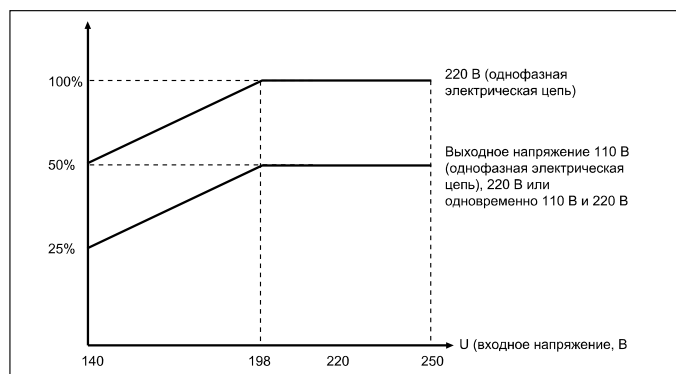

Рисунок 1
1. Перед началом работы убедитесь в том, что напряжение электрической сети находится в пределах диапазона входного напряжения, допустимого для данного устройства. Присоедините провод заземления к разъему заземления (6).
2. Включите регулятор напряжения с помощью выключателя питания/размыкателя цепи (1). На вольтметре выходного напряжения (5) регулятора напряжения должен отображаться отсчет 220 В. Только после того, как вы убедитесь в том, что напряжение является нормальным, вы можете включить оборудование, подключенное к регулятору напряжения.
3. Если регулятор напряжения одновременно выдает напряжение 220 В (4) и 110 В (3), то суммарный ток нагрузки не должен превышать номинальное значение.
4. Если напряжение сети ниже 198 В (см. рисунок 1): используйте это напряжение со снижением мощности в соответствии с кривой выходной мощности.
6. Если регулятор напряжения должен быть выключен, то сначала необходимо выключить присоединенное к нему оборудование с помощью выключателя питания оборудования, а затем выключить регулятор напряжения с помощью выключателя питания/размыкателя цепи (1). Не используйте выключатель питания регулятора в качестве выключателя оборудования.
8. Если переключатель Переключатель времени задержки (2) находится в "выпуклом" положении, устройство находится в режиме длительной задержки. При подаче питания загорается индикатор "Нормальная работа" (индикатор нормального режима работы), индикатор "отложить" (индикатор задержки) гаснет через 5 ± 2 мин, далее на выходе устройства появляется напряжение. Если устройство находится в состоянии защиты от повышенного или пониженного напряжения, тогда также потребуются 5 ± 2 мин, пока не погаснет индикатор "отложить" (индикатор задержки) в режиме длительной задержки. Затем на выходе устройства снова появится напряжение. (смотрите рисунок справа)